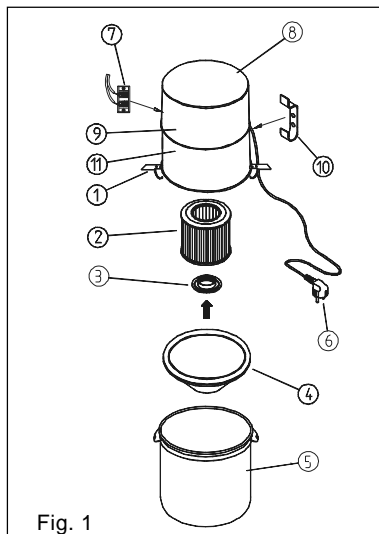

Fig. 1
Öppna dammbehållarens spännen (1) [se fig. 1]. Dammbehållaren (5) hänger nu i centralenheten. Lyft behållaren från krokarna, lyft ur konen (4) och töm dammbehållaren. Kontrollera att konens tätningsspår är rent innan du placerar tillbaka behållaren. Skräp som hamnar mellan försämrar tätheten och sugförmågan samt skadar tätningssystemet.
### 3.2 Filterservice [fig. 1]
**Motorn och de övriga elkomponenterna är samlade i turbinhöljet [fig. 1; (9)]. Varken skyddshatten eller turbinhöljet får man öppna själv. Anläggningens turbinhölje får öppnas endast av behöriga installatörer med nödvändiga kunskaper om anläggningen (auktoriserade Allaway-servicefirmor).**
- Kontrollera anslutningen av svagströmsledningarna [fig. 1; (7)] till centralenheten.
- Kontrollera om anläggningen startar från centralenhetens svagströmskontakt [fig. 1; (7)] genom att kortsluta startkretsen med en metalltråd [fig. 2].
- Om centralenheten startar från svagströmskontakten [fig. 1; (7)], men inte från sugdosan, kontrollera att svagströmsledningarna har kopplats till både centralenhetens och sugdosans kontakter och att det inte finns brott på ledningarna.